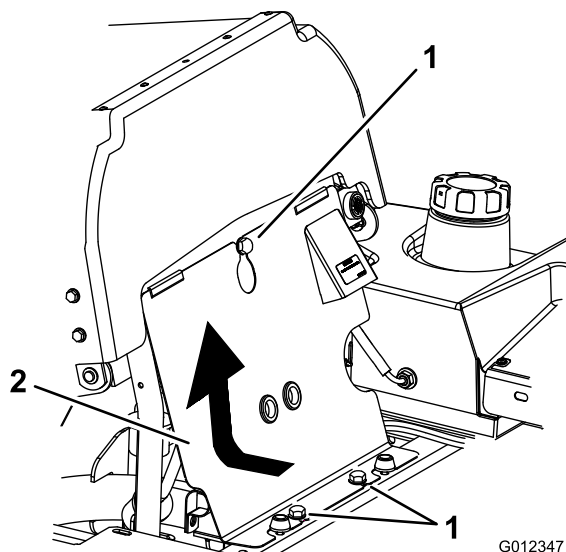

Bild 48
1. Kippen Sie den Sitz nach vorne, lösen Sie die Schrauben und entfernen Sie die vordere Motorverkleidung (Bild 48).